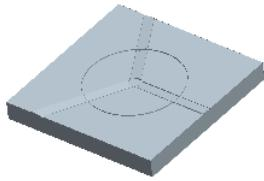

图 5.29 着色后的下半部分体积块
- Step5. 系统弹出“属性”对话框，同时模型的下半部分变亮，在该对话框中单击 着色 按钮，着色后的体积块如图 5.29 所示。然后在对话框中输入名称 **lower_vol**，单击 确定 按钮。